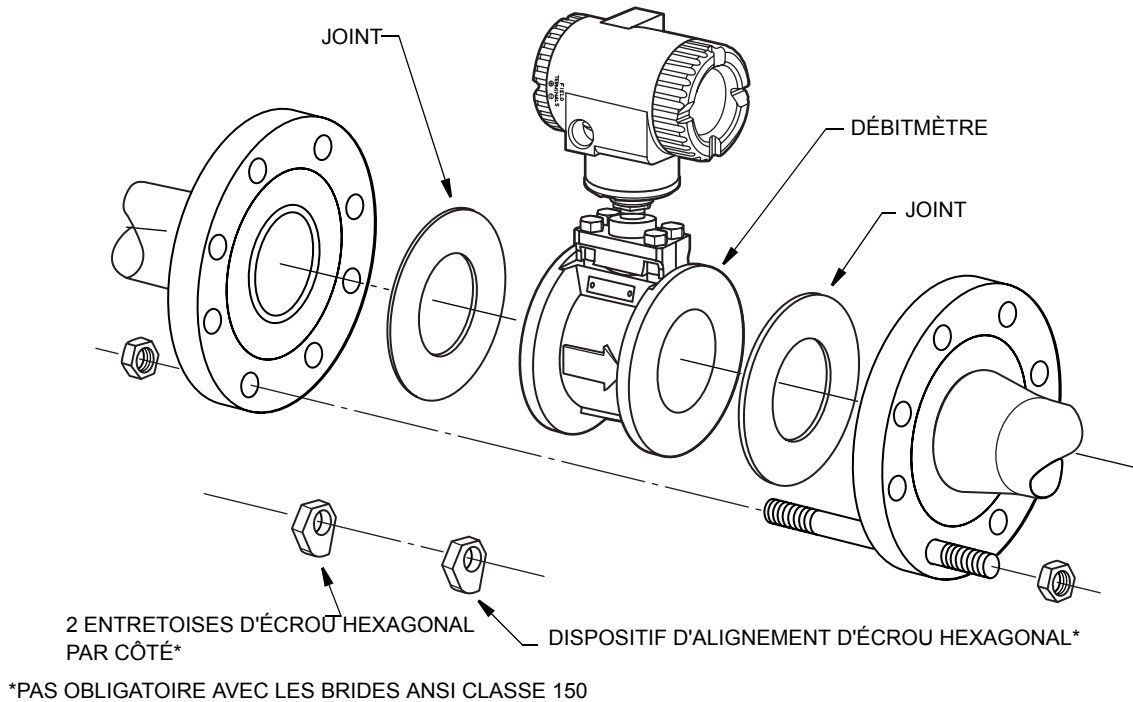

Figure 7. Centrage du corps de débitmètre 84W
1. Voir Figure 7. Insérer le premier goujon dans la bride en aval dans l'un des trous inférieurs, dans deux entretoises à écrou hexagonal, puis dans la bride en amont. Placer les écrous aux deux extrémités du goujon, mais ne pas serrer.